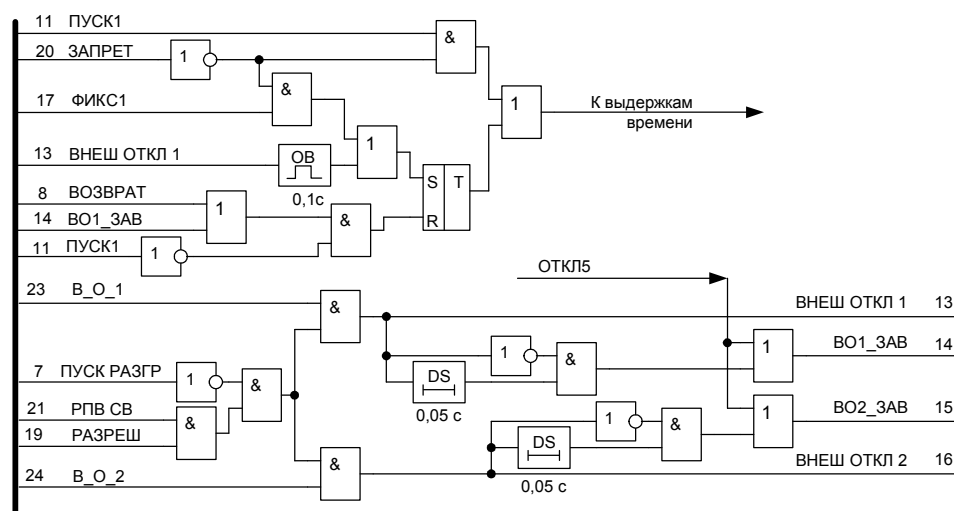

Рисунок 1.2.3
- на входе 1.6 отсутствует запрещающий сигнал (см. рисунок 1.2.3).